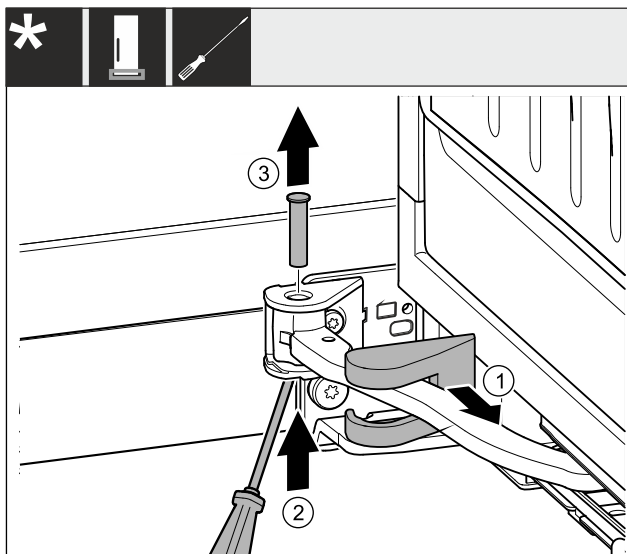

Fig. 5
- ▶ Húzza le a csapágybak fedelét, és tolja el a csukló mentén. *Fig. 5 (1)*
- ▶ Emelje meg alulról a csapszeget az ujjával vagy egy csavarhúzóval. *Fig. 5 (2)*
- ▶ Tegye a csavarhúzót a csapszeg feje alá, és húzza ki vele. *Fig. 5 (3)*